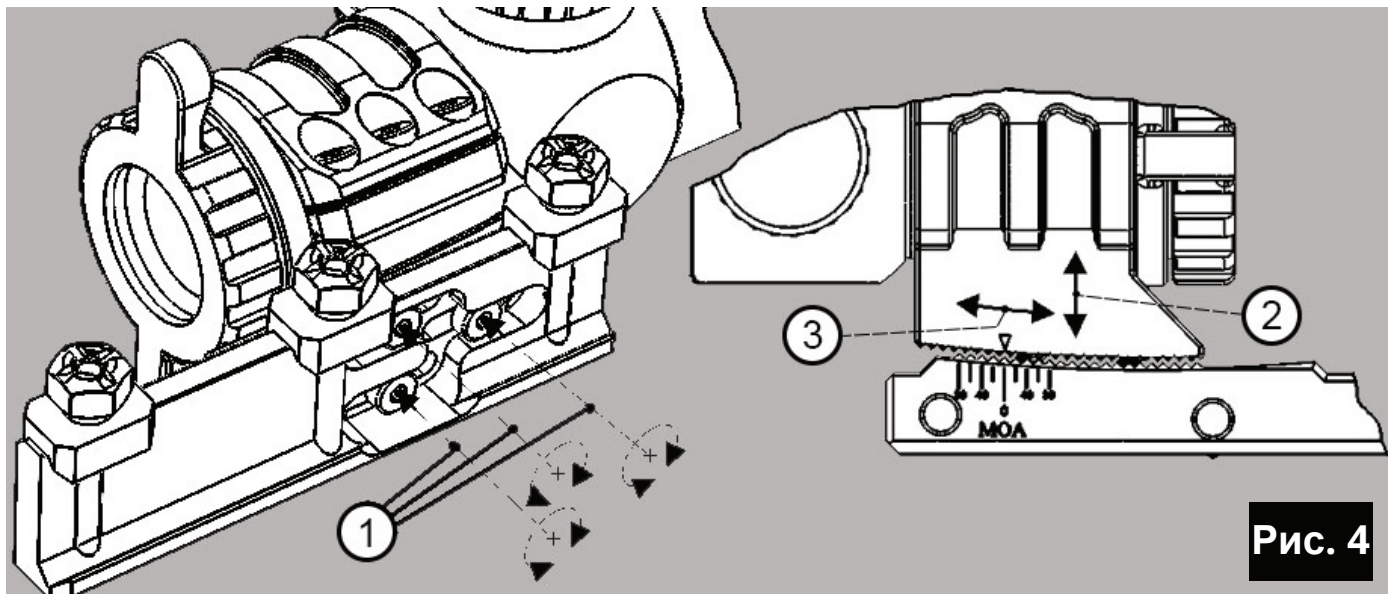

Рис. 4
- Открутите три винта (рис. 4, поз. 1), снимите планку и замените ее на желаемую.
- Ослабьте три винта (рис. 4, поз. 1) ровно настолько, чтобы можно было поднять и переставить прицел (рис. 4, поз. 2, 3).